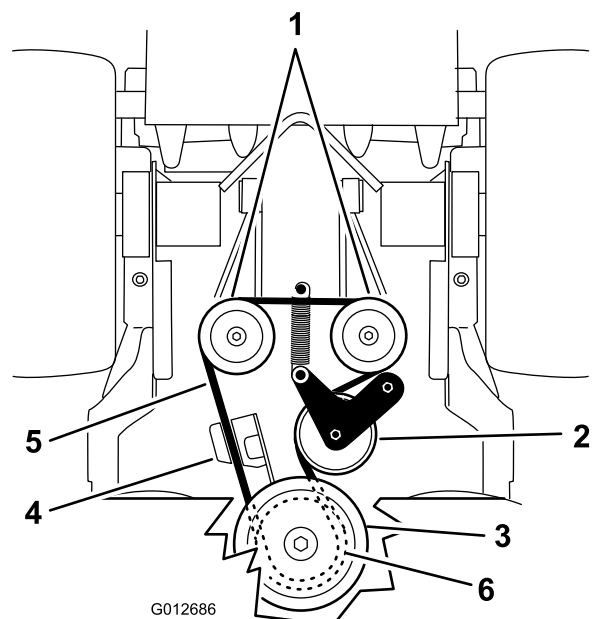

Figura 67
- Retire a correia de accionamento da bomba (Figura 67).
- Instale a mola da plataforma no motor (Figura 67).
- Desligue a mola da plataforma do motor (Figura 67).